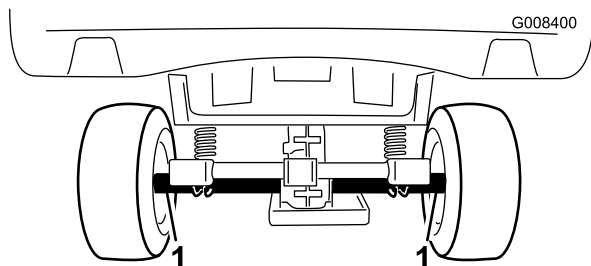
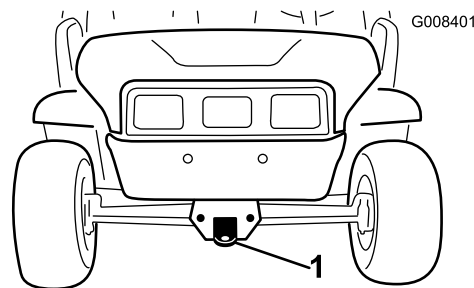

Figura 15
Figura 16
Utilizzate un rimorchio se dovete trasportare il veicolo a distanze considerevoli. Accertatevi che il veicolo sia fissato al rimorchio. Vedere Figura 15 e Figura 16 per conoscere la posizione dei punti di attacco.
2. Fissate una fune di traino al timone sulla parte anteriore del telaio (Figura 16).